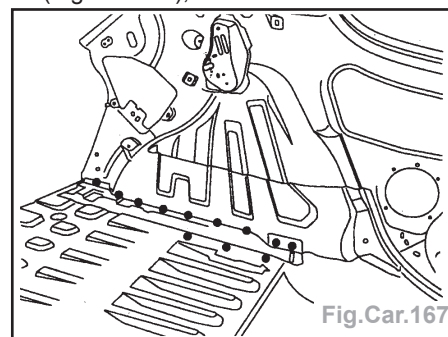

Fig.Car.167
- par points bouchons au MIG et meuler (Fig.Car.167),